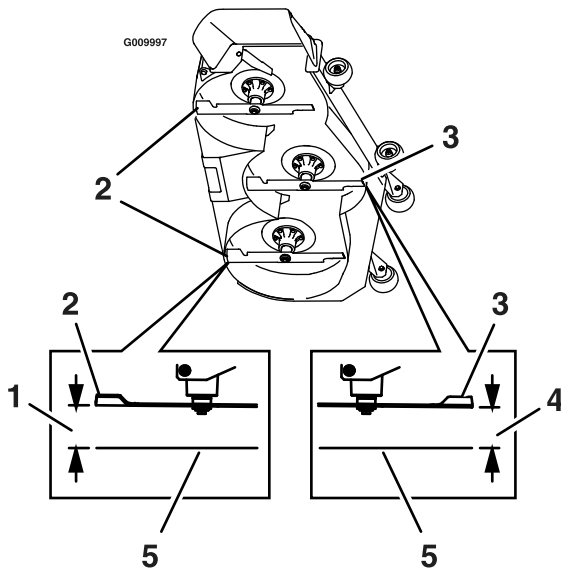

Figure 76
7. Mesurez et notez la distance entre la surface plane et la pointe avant de la lame centrale (Figure 76).